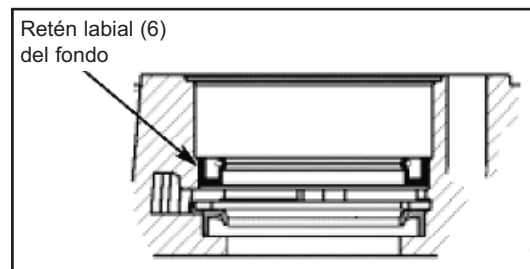

Figura 20
4. Engrase ligeramente una junta de aceite nueva (6) del fondo. Con ayuda de un colocador de juntas de dimensiones adecuadas, introdúzcala en el alojamiento del rodamiento, con el labio hacia arriba, frente al rodamiento. Asegúrese de que la junta está nivelada con el fondo del alojamiento; ver la figura 20.